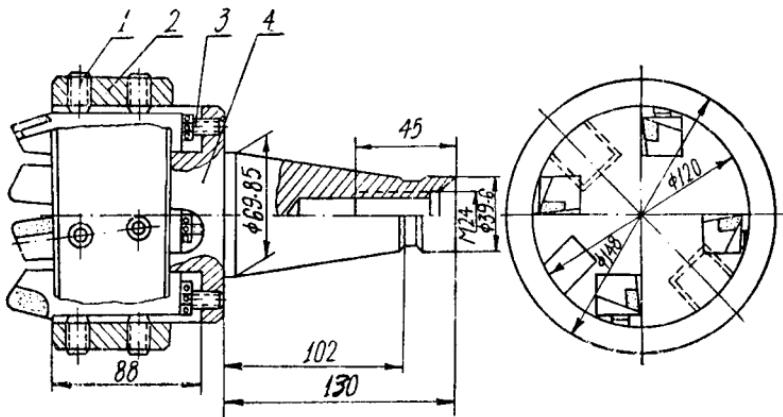

图1 装配式硬质合金端铣刀
(1) 图1在刀体4上开有五个径向为0°，轴向为5°的倾斜明槽。工作时可安装四把粗切刀头和一把精切刀头。在刀体4上压入一个14毫米厚的钢环2，在钢环上装有五对M18×1.5的内六角螺钉1，以便压紧刀头。刀槽的上端有对刀螺钉3，以备刀头刃磨后对刀和在轴向起支承作用；
(2) 刀头采取体外刃磨结构，不需专用刃磨机床。
粗切刀头的刃磨角度：如图1~1。
精切刀头的刃磨角度：如图1~2。